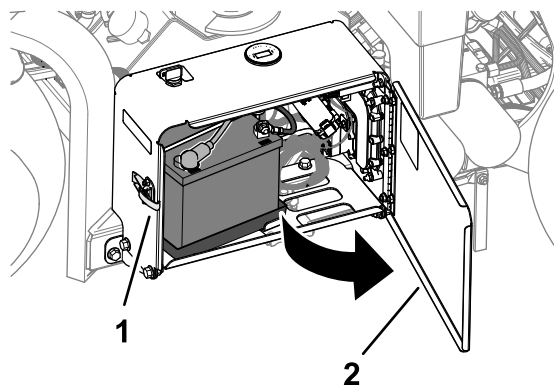

Figura 169
1. Deblocați și deschideți ușa compartimentului bateriei (Figura 169).